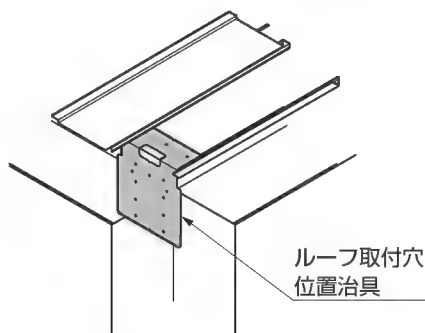
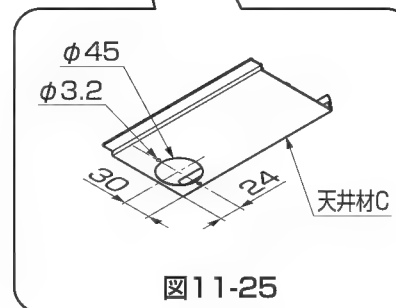

図11-24
図11-25
- ルーフ取付穴位置治具の折り曲げ部を樋の入隅部に突き当てると正確に位置出しができます。(図11-24参照)
- ②アタッチメントパッキンを雨樋アタッチメントに貼付けて樋に【6-1】で取付けてください。
- ③天井材Cにφ45の穴を現場加工してください。(図11-25参照)
- ④天井材を取付けてください。